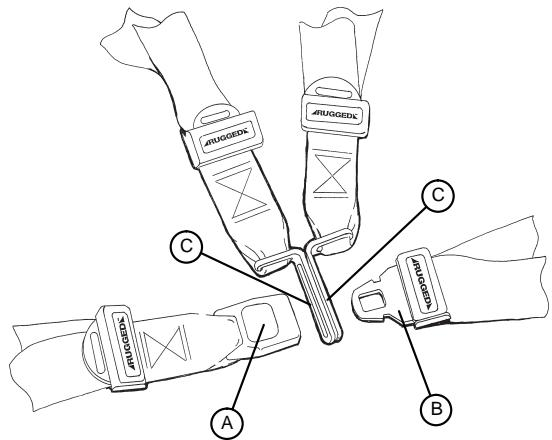

Figura 10 – Abrochar las restricciones
Presione el botón rojo (A) en la parte delantera del receptor de la hebilla para soltar la lengüeta de la hebilla (B) (Figura 10). Tire de la lengüeta de la hebilla para sacarla del receptor.
Empuje la lengüeta dentro del receptor hasta que escuche un clic. Asegúrese de que la lengüeta de la hebilla pase a través de ambas conexiones (C) cuando abroche la sujeción para el pecho (Figura 10).